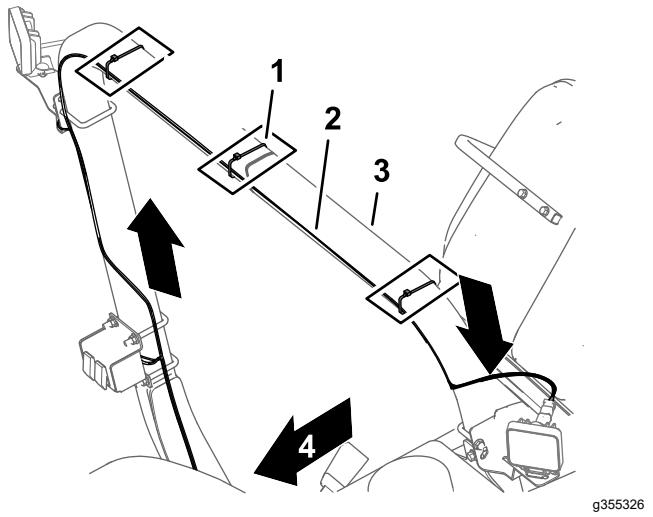
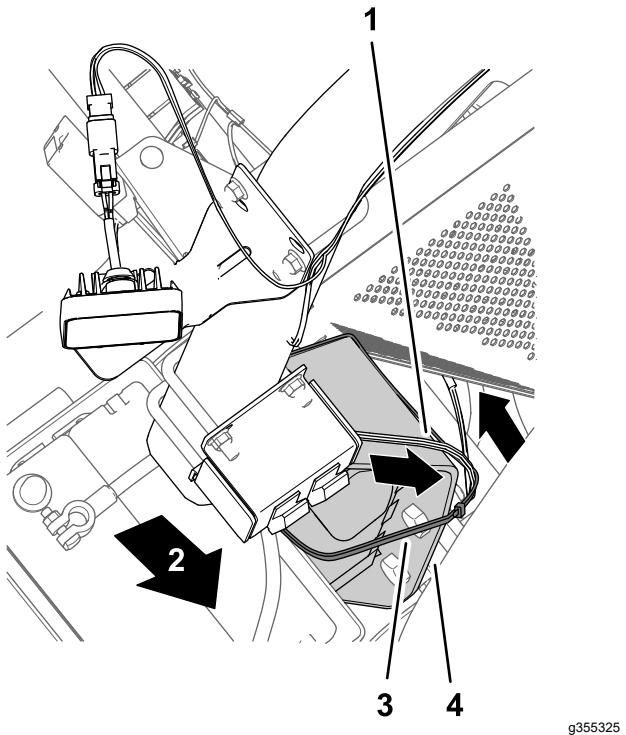
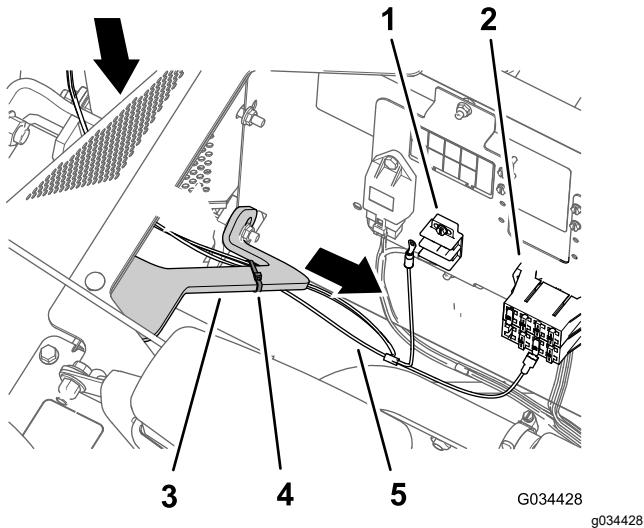

Bild 13
Bild 14
Bild 15
1. Verlegen Sie an den Schaltern den Zweig des Kabelbaums mit dem 2-Stiftstecker nach oben und an der Rückseite des horizontalen Überrollsitzrohrs entlang, wie in Bild 13 abgebildet.
2. Verlegen Sie an den Lichtschaltern den Zweig des Kabelbaums mit der Buchsenklemme und dem Ringkabelschuh nach unten und vorne, wie in Bild 14 und Bild 15 abgebildet.
Hinweis: Verlegen Sie den Kabelbaum für den hinteren Arbeitsscheinwerfer entlang des Maschinenkabelbaums (Bild 15).
3. Befestigen Sie den Kabelbaum mit Kabelbinden am Überrollschutzrohr und der Stütze für den Sitzsockel, wie in Bild 13, Bild 14 und Bild 15 abgebildet.
Hinweis: Bündeln Sie den überschüssigen Kabelbaum an der Halterung für das Sitzunterteil und sichern Sie den Kabelbaum mit einem Kabelbinder, wie in Bild 15 dargestellt.